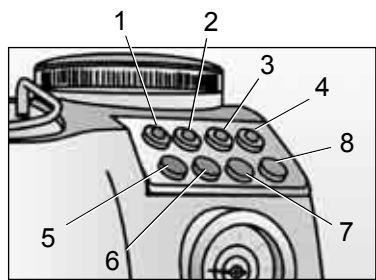
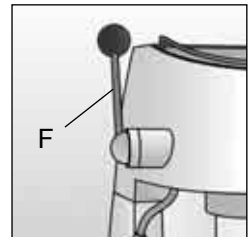

Fig. 2
Fig. 3
- Premere l'interruttore generale (5) Fig. 2; si accenderà fissa la spia accensione (1) e la spia (2) inizierà a lampeggiare fino al raggiungimento della giusta temperatura dopodiché rimarrà accesa fissa. Abbassare la leva acqua/vapore (Fig. 3 - F), e contemporaneamente premere l'interruttore di erogazione caffè (6) facendo uscire l'eventuale aria o acqua contenuta nel circuito. Riempire almeno una tazza con quest'acqua.
- 2) Dispositivo "Dispenser /Dosatore" (N) Fig. 9. Per riempire il Dispenser di caffè macinato, premere l'interruttore (8) Fig. 2 fino al riempimento; azionare la levetta del Dosatore una o due volte quante sono le tazzine di caffè desiderate tenendo il portafiltro inserito nella forcella. Per il disinserimento, tirare verso di Voi i dispositivi (M) o (N).
Controllare il livello dell'acqua nel serbatoio (H). Verificare che il serbatoio sia inserito correttamente nella sua sede. Dosare il caffè nel portafiltro Fig. 8 con il dispositivo di erogazione che avete scelto e pressatelo leggermente con il pressino Fig. 10. Serrare bene il portafiltro assicurandosi di averlo ben agganciato alla flangia Fig. 14. Se viene inserita una quantità eccessiva di polvere di caffè all'interno del filtro, la rotazione del portafiltro può risultare difficoltosa e/o durante l'erogazione del caffè si possono avere perdite dal portafiltro. La macchina sarà pronta all'uso, quando la spia (2) Fig. 2 da lampeggiante diventa fissa. Premere quindi l'interruttore erogazione caffè (6). Per cessare l'erogazione ripremere l'interruttore (6). La dose massima per un caffè è di 50 ml.
N.B. Come per le macchine da caffè professionali non togliere il portafiltro quando l'interruttore erogazione (6) è inserito. Dopo aver fatto il caffè, allentate gradualmente il portafiltro ruotandolo in senso orario.